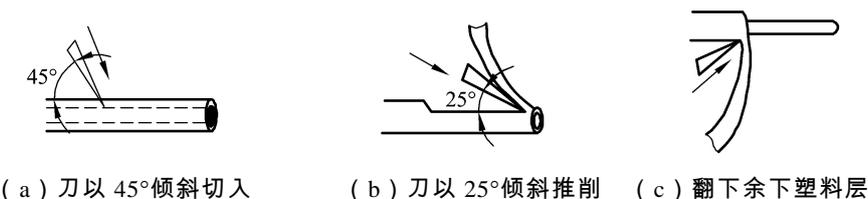

图 2.9 电工刀剖削塑料硬线绝缘层
(1) 在需剖削线头处，用电工刀以 45° 倾斜切入塑料绝缘层，注意刀口不能伤着线芯，如图 2.9 (a) 所示。
(2) 刀面与导线保持 25° 左右，用刀向线端推削，只削去上面一层塑料绝缘层，不可切入线芯，如图 2.9 (b) 所示。
(3) 将余下的线头绝缘层向后扳翻，把该绝缘层剥离线芯，再用电工刀切齐，如图 2.9 (c) 所示。